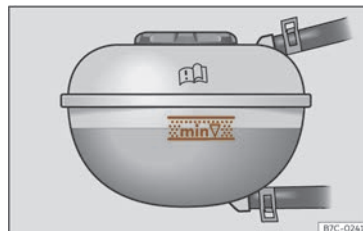

Fig. 199 Al compartiment del motor: marca al dipòsit d'expansió del líquid refrigerant.
- Llegiu el nivell del líquid refrigerant al seu dipòsit d'expansió. Amb el motor en fred, el nivell de refrigerant ha de quedar entre les marques»» fig. 199. Amb el motor calent, el nivell també pot quedar una mica per sobre de la marca superior.